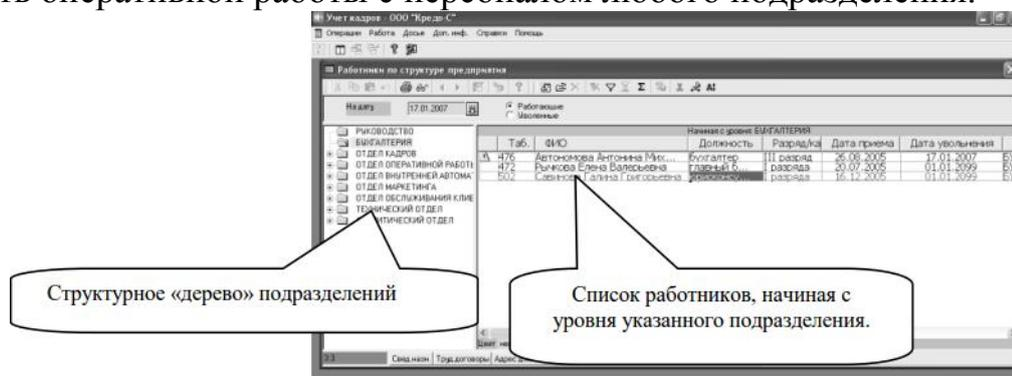
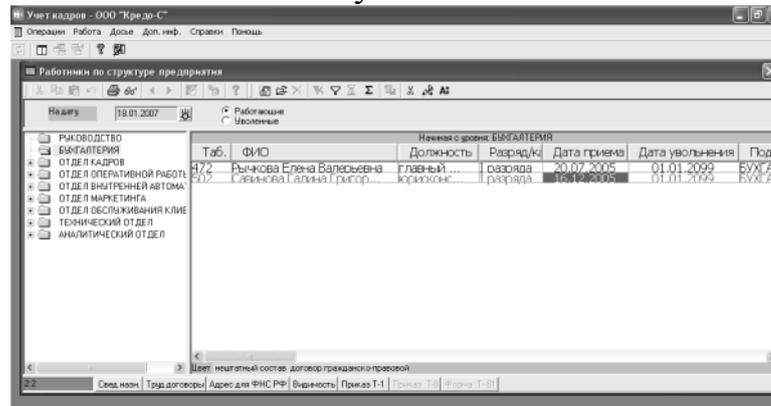

Рисунок 10-1
Рисунок 10-2
информацию в списке. Например, работник уволен 17.01.2007. Следовательно, на дату равную 17.01.2007, работник отражается в списке (Рис.10-1), а на 18.01.2007 уже нет, (Рис.10-2).
• Если переключатель установлен в положение *Работающие*, но работник уволен будущим числом, то он будет отмечен в списке значком (Рис.10-1). Если переключатель установлен в положение *Уволенные*, то у всех уволенных работников будет стоять значок (Рис.10-2).